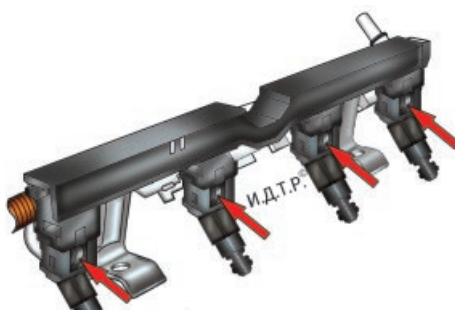

Рис. 5.66. Отсоединение от форсунок рампы электрических разъемов
8. Отжав отверткой фиксаторы колодок жгутов проводов форсунок, как показано на рис. 5.66, отсоедините от форсунок колодки рампы 6 (см. рис. 5.65) электрических разъемов и отведите рампку в сторону.